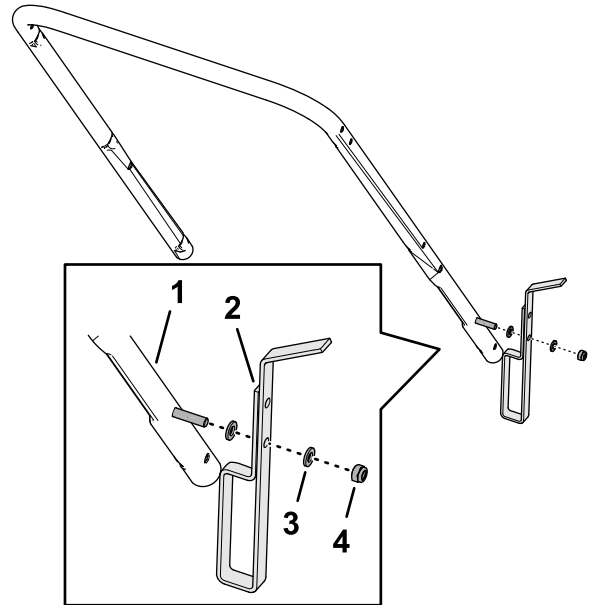

Bild 4
2. Fluchten Sie das Loch im Fußanschlag mit der Schraube im unteren Führungsholm aus (Bild 4).